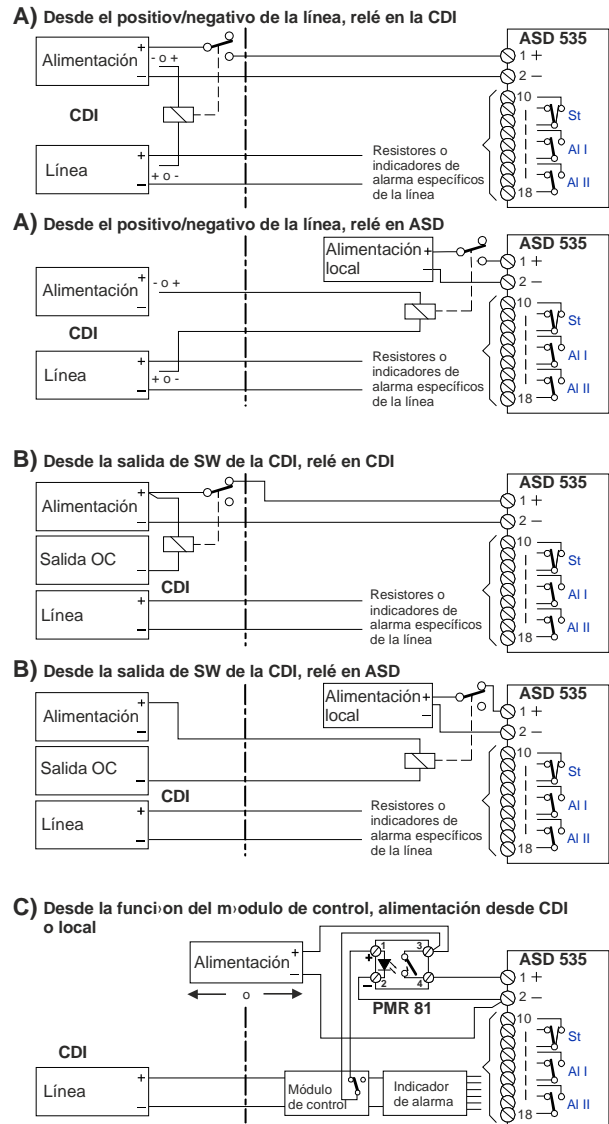

Fig. 37 Control a través de la alimentación con relés
El control del relé auxiliar se puede realizar de las siguientes maneras (véase Fig. 37):
- Al aplicar la tensión de alimentación, los elementos de protección CEM instalados en la entrada del sistema electrónico del ASD provocan un pico de corriente momentáneo (5 A/1 ms). Si se utilizan relés auxiliares con una carga de contacto máxima de 1 A, esto puede provocar que el contacto de los relés quede pegado. Por ello deberán utilizarse **principalmente** relés auxiliares con una carga de contacto **superior a 1 A**, como los relés semiconductores PMR 81 (véase Fig. 37 C)).